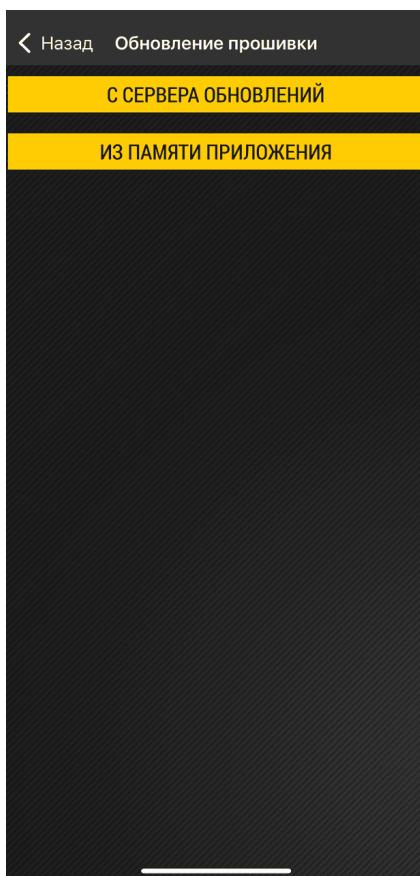

Рис.38. Меню «Обновление прошивки»
2. Откроется меню выбора источника установки прошивки (**Рис.38**). Выберите источник: